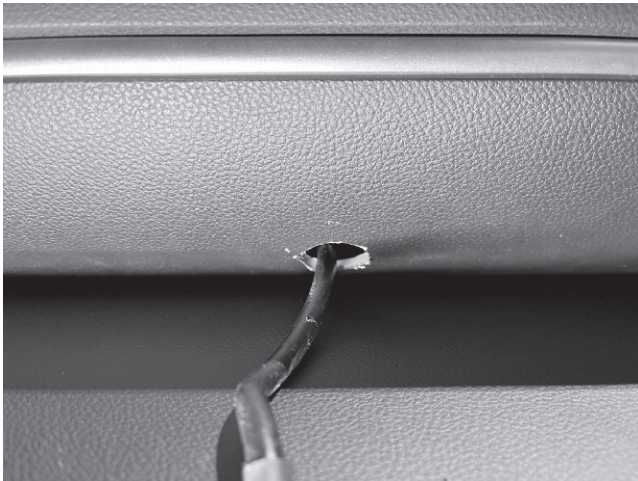

図7
- ⑦ SDメーターの取扱説明書を参照し、ハーネスを車両に固定し、取り外した内装パネルを逆の手順ですべて車両に取り付けてください。その際SDメーターに接続するハーネスを(図7)のように⑤で空けた穴に通しておいてください。